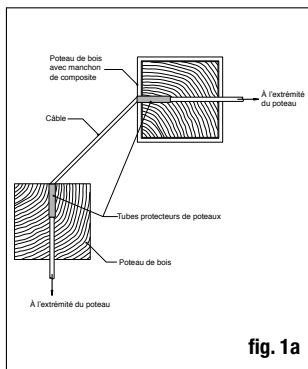

fig. 1a
Étape 1 : Déterminez le nombre de poteaux de garde-corps nécessaires pour votre terrasse. Leur espacement devrait être de 1,8 ou 2,4 m (6 ou 8 pi) centre à centre. **Applications en coin** (fig. 1a) : En amenant un garde-corps à câbles vers un coin, ne pliez jamais le câble à plus de 45°. En tournant à 90°, on doit utiliser une configuration de déviation de coin à 2 étapes par poteau. Exemple : Un patio de 3,7 x 4,9 m (12 x 16 pi) fixé à un bâtiment comportant une ouverture d'accès de 1,2 m (4 pi) d'un côté, et un coin de 90°, exigera neuf poteaux (fig. 1). Ou vous pouvez arrêter votre trajectoire et en commencer une nouvelle.